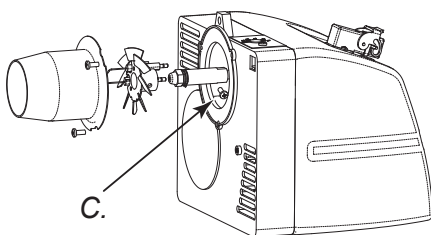
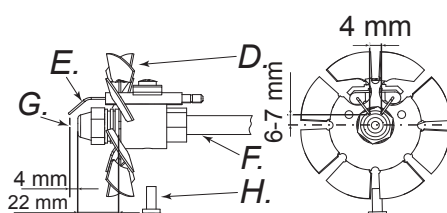

Abbildung 13 - Demontage des Brennscheibe-Elektroden-aggregats
Abbildung 14 - Abstände Elektroden - Düse
- Die Schraube (C Abb. 13) lösen, welche das Brennscheibe-Elektroden-Aggregat festhält und sie vom Düsenträgerrohr (F Abb. 14) abziehen.
- Die Brennscheibe (D Abb. 14) und die Elektroden (E Abb. 14) reinigen.
- Die Düse (G Abb. 14) vom Düsenträgerrohr (F Abb. 14) schrauben. Sie reinigen, und wenn notwendig, ersetzen.
- Die Düse (G Abb. 14) wieder an ihrem Platz befestigen.
- Das Brennscheibe-Elektroden-Aggregat wieder montieren und die Elektroden gemäß (Abb. 14) anbringen.